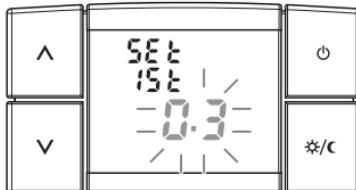

fig. 26
- En entrant dans la page-vidéo , l'écran affiche l'inscription **ISt** et la valeur du différentiel thermique configuré clignote (exemple sur la fig. 26 - paramètres de sortie d'usine **0,3**).